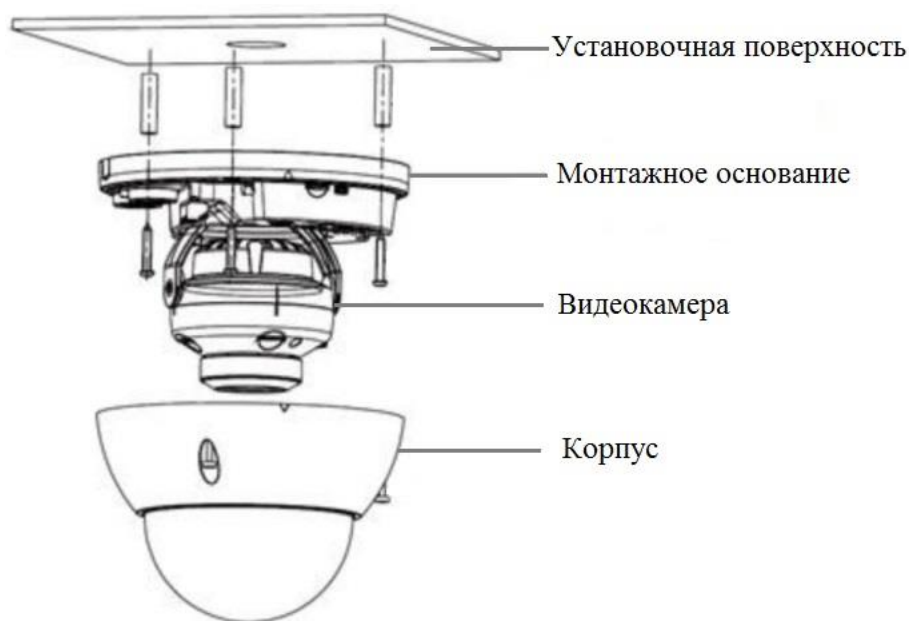

Рисунок 5
4.6 Прикрепите монтажное основание видеокamеры к установочной поверхности (рис.5).